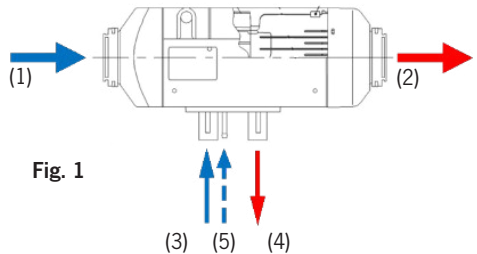
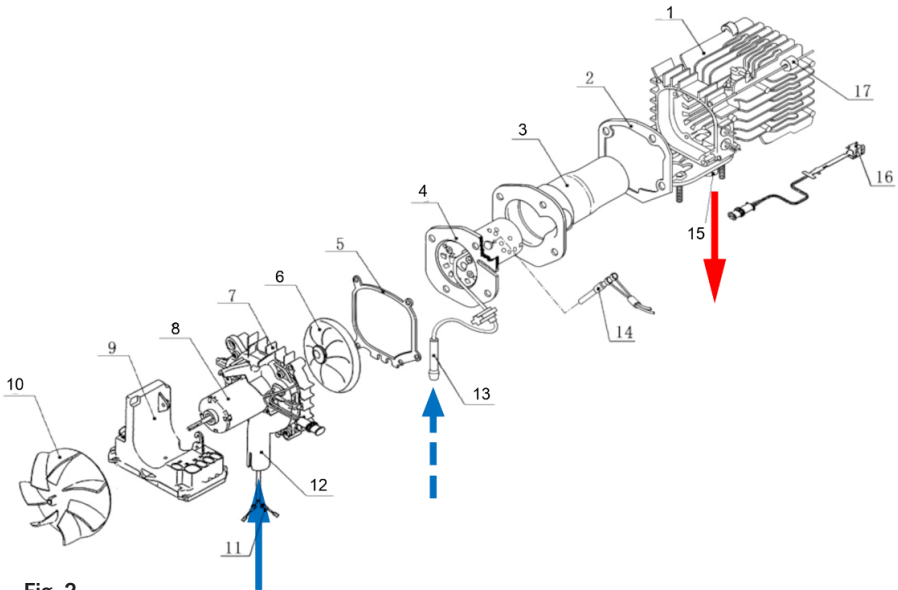
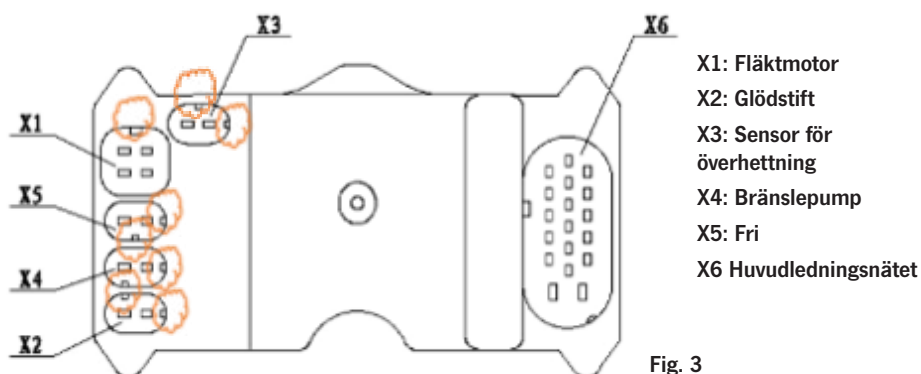

Fig. 1
Fig. 2
Fig. 3
Denna ugn består av en brännare [Sid 12 Fig. 2 (4)] och en förbränningskammare [Sid 12 Fig. 2 (3)] som är placerade inuti en värmeväxlare [Sid 12 Fig. 2 (1)]
Kall luft sugns in i denna passage av pumpshjulet [Bild 1 (1)] [Sid 12 Bild 2 (10)]. Efter att ha passerat värmeväxlaren blåses varm luft ut [fig. 1 (2)].
För brinnande process måste värmaren förses med bränsle och frisk luft. Bränslet kommer in i brännaren genom bränslerörets inlopp [bild 1 (5)] [sidan 12 bild 2 (13)] och antänds av glödstiftet [sidan 12 bild 2 (14)] efter att ha atomiserats. Flamman kommer in i spalten mellan brännarens väggar [Sid 12 Fig. 2 (4)] och i förbränningskammaren [Sid 12 Fig. 2 (3)] på baksidan av brännaren.
Tillförseln av förbränningsluft sker via luftintaget [bild 1 (3)] [sidan 12 bild 2 (12)]. Den inre tilluftsfläkten [Sid 12 Bild 2 (6/8)] trycker in luften i brännaren. Efter förbränningen av luft och den förångade bränsleblandningen släpps avgaserna ut genom avgasröret [bild 1 (4)] [sidan 12 bild 2 (15)].
Regulatorn [Sida 12Fig. 2 (9)] är placerad i den främre delen av värmaren bakom fläkthjulet för uppvärmningsluften. Dess huvuduppgifter består i att samla in alla data om värmaren (t.ex. temperatursensorer, drivkrets, frekvens, rotationshastighet, spänning m.m.). På grundval av dessa data automatiserar styrenheten uppvärmningsprocessen, systemövervakningen och hanteringen av systemfel.
Överhettningssensorn [Sid 13 Fig.3 (X3)] är installerad på värmeväxlarens bakre yttervägg [Sid 12 Fig. 2 (16)]. Om aluminiumets temperatur blir högre än en definierad övre gräns, stängs bränslepumpens krets av av styrenheten och bränsletillförseln stoppas omedelbart. För att skydda mot överhettning stängs sedan värmaren av.